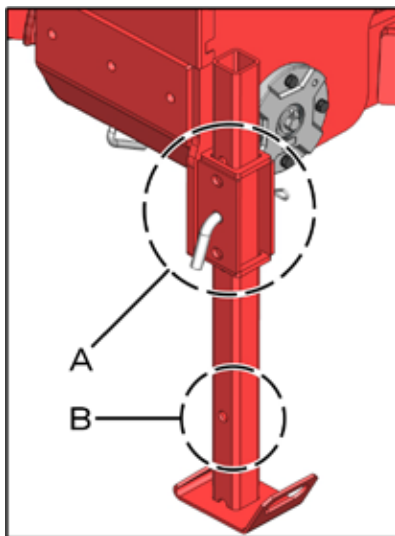
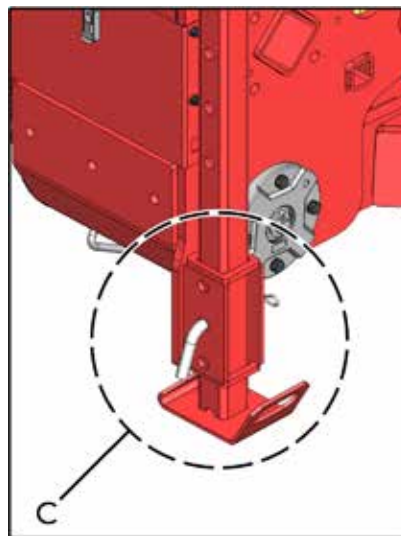

fig. 05
fig. 06
Para apoiar a semeadora em local plano e firme, é necessário utilizar o pé de apoio na posição (A) (fig. 05).
Para realizar o transporte ou trabalho com a semeadora, utilize o pé de apoio na posição (C) (fig. 06). Para isso, suspenda-o até o último furo (B) (fig. 05).